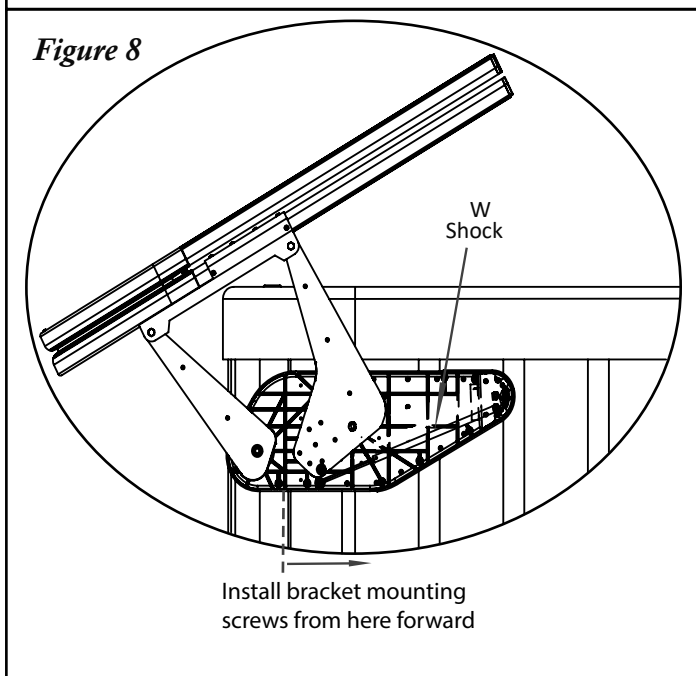

Figure 8
**#9** Beweeg de beugelconstructie omhoog totdat de voorste en achterste draaiarmen elkaar raken (Fig. 8). Bevestig de beugelconstructie aan de spa-omkasting m.b.v. #10 x 1 1/2" montageschroeven. Let op: Installeer de schroeven vanaf net achter de voorste draaiarm naar voren (Fig. 8).
**#10** Open de cover gedeeltelijk en klik de gasveren (W) op de kogelbouten (Fig. 8). **Let op: zorg ervoor dat de gasveren met de zwarte behuizing naar de voorkant van de spa wijzen.**
**#11** Open de cover nu volledig en bevestig de overige #10 x 1 1/2" montageschroeven aan de montagebeugels (Fig. 8).